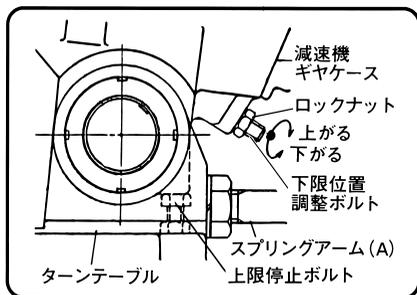

図10
- (1) 下限位置調整ボルトを固定しているロックナットをゆるめてください。(図10)
- (2) ハンドルを下げながら下限位置調整ボルトを左右いずれかの方向にまわして、メタルソー刃先と移動バース先端が一致するように調整してください。